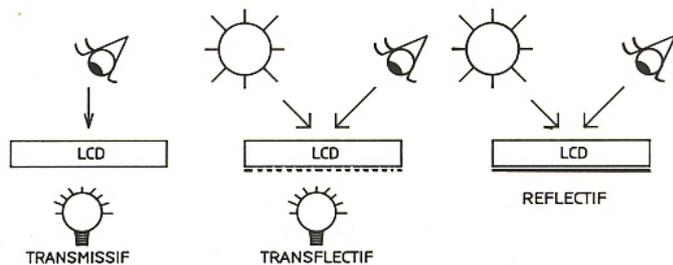

Figure 3 - Différents modes de visualisation.
**Le mode de visualisation : (figure 3)**